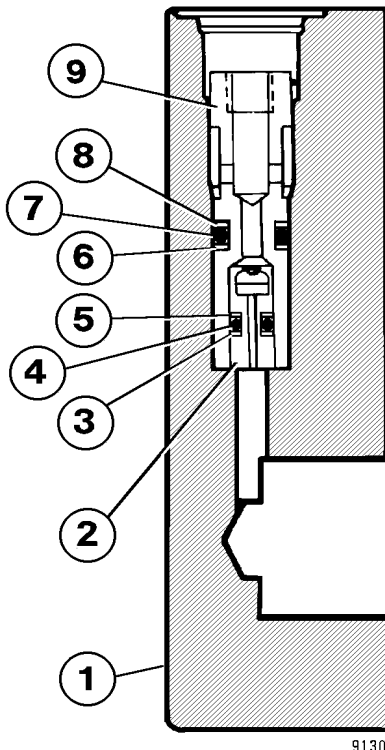

FIGURA 8-6. DESMONTAJE DEL CABEZAL MÓVIL DEL RESTRICTOR (Cubierta de entrada)
NOTA: Si es necesario desmontar el cabezal móvil del restrictor en la cubierta (2), consulte el paso 4 y Figura 8-6.
4. Retire la camisa (9, Figura 8-6), el anillo de respaldo (8), el O-ring (7) y el anillo de respaldo (6). Retire el anillo de respaldo (5), la juta tórica (4), el anillo de respaldo (3) y el cabezal móvil del restrictor (2).
2. Si desmontó el cabezal del restrictor (2, Figura 8-6), vuelva a ensamblar en el orden que se muestra.